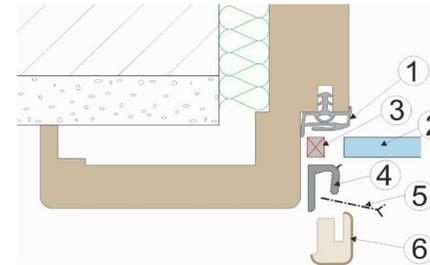

Bild 49:
- Falzlichte überprüfen und Glasgröße bestimmen Glasgröße = Falzlichte abzgl. 6mm, Montage: (Bild 49 und 50)
- Dichtung (1) ablängen und in die Nut einsetzen
- Kunststoffgrundleisten (4) ablängen
- Die Glastafel (2) in die Lichte, direkt auf die Dichtung auf-setzen und verklotzen (3)
- Kunststoffgrundleisten (4) auf das Glas auflegen und mit den beiliegenden Schrauben 3x16mm (5) befestigen
- Die Holzabdeckleisten (6) entsprechend auf Gehrung ablängen.
- Die Holzabdeckleiste (6) bündig mit der Zargenverkleidungsfläche auf die Kunststoffgrundleiste 4 aufschieben.